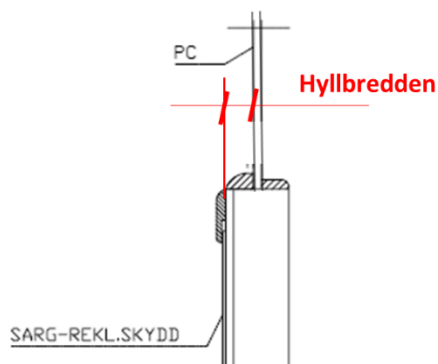

Fig 1 Definition hyllbredd
1. Publikskyddet monteras integrerat med sargen – skyddet ska inte kunna röra sig inåt eller utåt från isen. Bredden på hyllan/överliggaren (avståndet publikskyddets ytterkant mot isen till sargskivans utsida mot isen **minimeras** (se Fig 1). Maximal tillåten hyllbredd är 25mm. Överliggaren ska ha **rundade hörn (radie 15 mm)**.